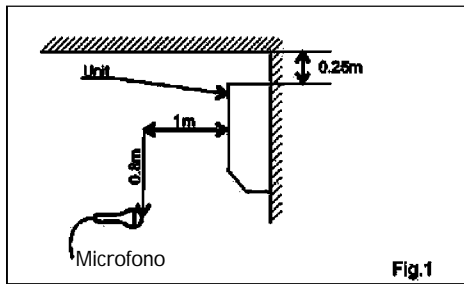

Figura 1 - Unità a Parete
6.2 Spettri della Pressione Sonora (Misurati come da Figura 1)
Spettri della Pressione Sonora (Misurati come da Figura 1)